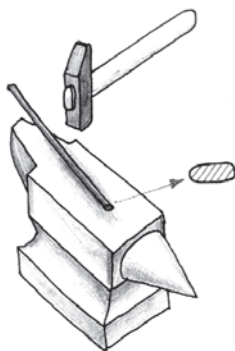

Рис. 8
1. Расплющить молотком 10 см проволоки на металлической плите (рис. 8).